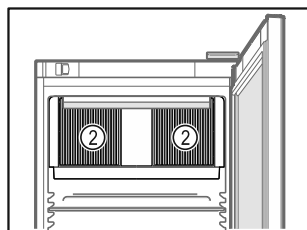

Fig. 61
- ❑ A belső térben lévő keringető ventilátor szellőzőnyílásait Fig. 61 (2) tartsa szabadon.